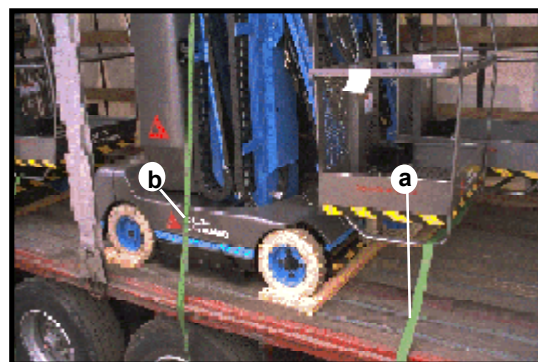

Fig. 2 - Sanglage de l'appareil.
- Sangler efficacement l'appareil (Fig. 2).